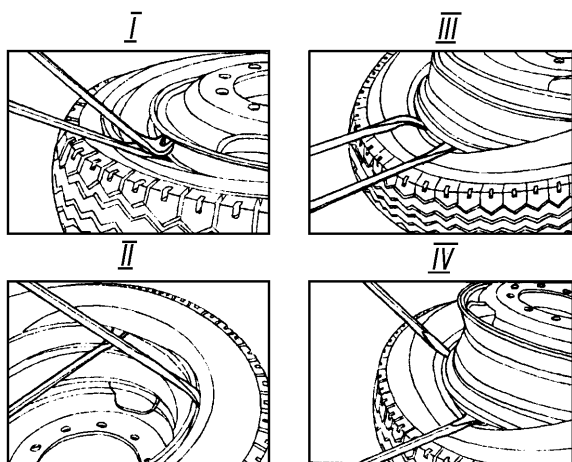

Рис. 38. Демонтаж колеса:
- вставить плоский конец прямой монтажной лопатки между бортовой закраиной обода и шиной, отжать борт шины вниз (рис. 38, I);
стороны от вентиля. После этого сначала одной, а затем и второй лопаткой переместить часть борта за закраину обода (рис. 38, II);
- удерживая эту лопатку в таком положении, вставить вторую монтажную лопатку плоским концом между бортом шины и ободом на максимально возможном расстоянии от первой и также произвести отжатие колеса (рис. 38, III);
- повторяя предыдущую операцию полностью извлечь колесо из шины (см.рис. 38, IV).